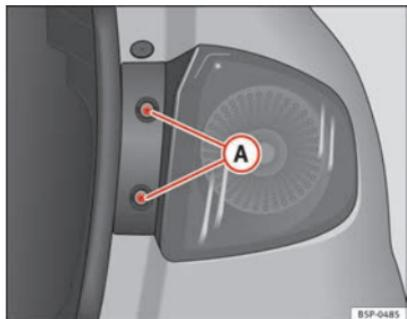

Fig. 190 Luz de presença/travão
- Retire os parafusos ⇒ Fig. 190 **A**.